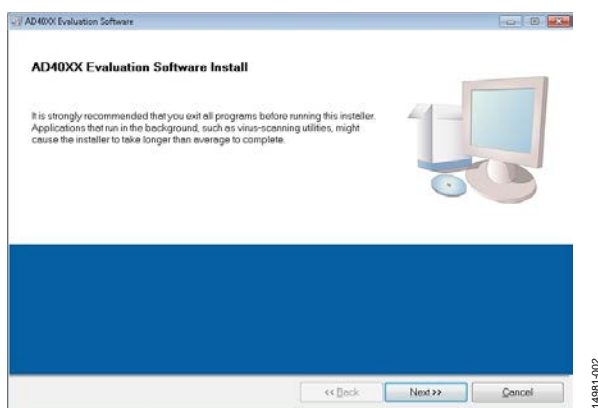

図 3. 評価ソフトウェアのインストール
1. **setup.exe** ファイルをクリックして、評価ボードのソフトウェアのインストールを開始します。ソフトウェア・インストール・ウィンドウが図 3 のように開きます。